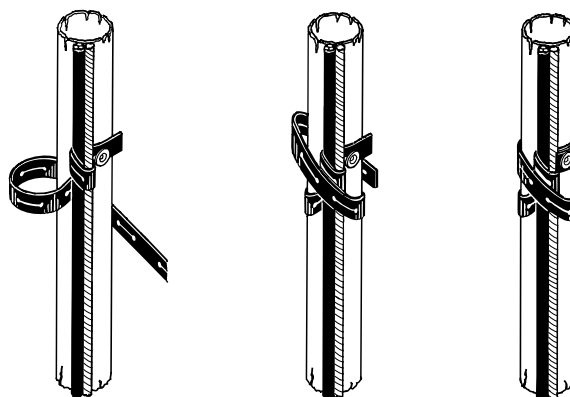

Fig. 23 Instalação das abraçadeiras de fixação de cabos
3. Posicione o arame ao lado do cabo submersível, conforme ilustrado na fig. 23.